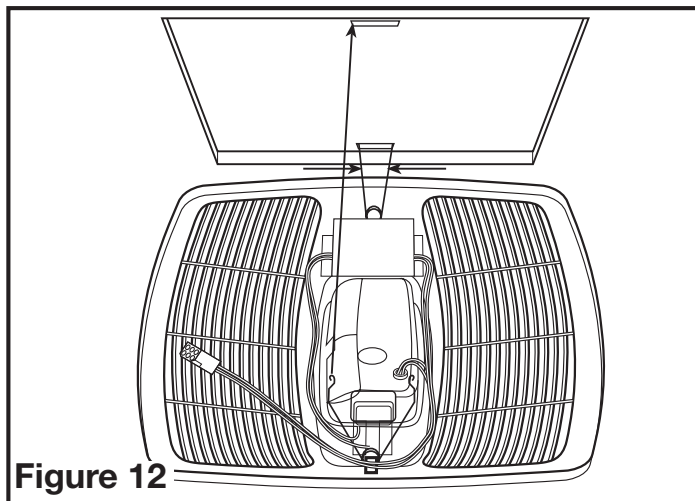

Figure 12
- Installez la grille en pressant les ressorts ensemble pour les installer dans la fente la plus éloignée du compartiment de câblage sur le boîtier du ventilateur. Attachez le câble à connexion rapide de 4 broches de la grille au connecteur de 4 broches sur le dessus du couvercle du compartiment de câblage. Le câble ne s'insère que d'une façon dans la prise. Installez l'autre ressort et poussez la grille vers le haut en place (Figure 12).